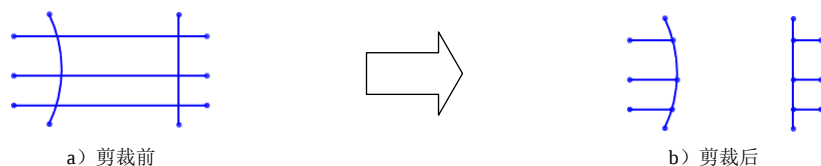

图 2.7.14 “在内剪除”方式
- 使用  (在内剪除) 方式可剪裁交叉于两个所选边界上, 或位于两个所选边界之间的开环实体, 如图 2.7.14 所示。